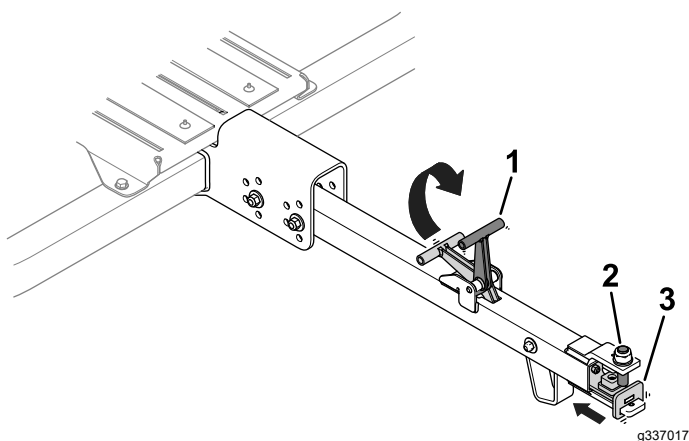

Figura 26
1. Sollevate la maniglia del timone (Figura 26).